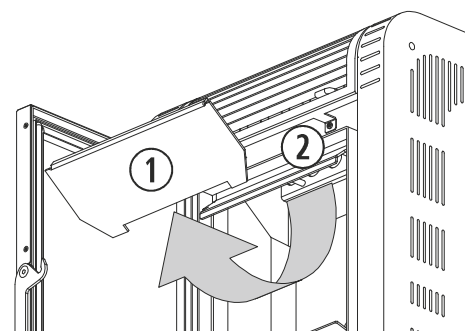

Figura 21
Nos modelos *Moon* (figura 21), *Basic* e *Lyon*, devemos realizar uma ação de limpeza a maiores sobre o permutador de calor (②), esta ação terá uma frequência semanal. Para ter um melhor acesso ao permutador e poder limpá-lo de forma exaustiva, devemos empurrar para cima a placa superior da grade (①), até desencaixar as patilhas que a fixam à placa central e puxá-la. Ao finalizar, colocamos de novo a placa superior, assegurando-nos de que as patilhas ficam corretamente encaixadas.
①	Placa superior da grade.
②	Permutador de calor.